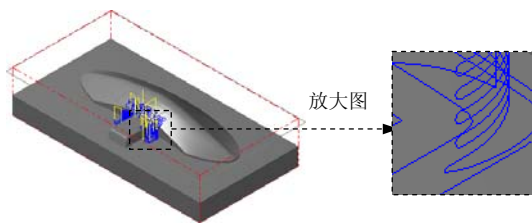

图 9.22 刀具路径
(1) 在“曲面残料粗加工”对话框的**刀具路径参数**选项卡的列表框中显示出 Step5 所选择的刀具，双击该刀具，系统弹出“定义刀具-机床群组-1”对话框。
(2) 设置刀具号码。在“定义刀具-机床群组-1”对话框中的**刀具号码**文本框中，将原有的数值改为 4。
(3) 设置刀具参数。单击“定义刀具-机床群组-1”对话框中的**参数**选项卡，在**进给速率**文本框中输入值 200.0，在**下刀速率**文本框中输入值 100.0，在**提刀速率**文本框中输入值 500.0，在**主轴转速**文本框中输入值 2500.0。
(4) 设置冷却方式。在**参数**选项卡中单击 **Coolant...** 按钮，在系统弹出的“Coolant...”对话框中的**Flood**（切削液）下拉列表中选择 **On** 选项。单击 **✓** 按钮，关闭“Coolant...”对话框。
(5) 单击“定义刀具-机床群组-1”对话框中的 **✓** 按钮，完成刀具参数的设置。
Step8. 单击“曲面残料粗加工”对话框中的 **✓** 按钮，同时在图形区生成图 9.22 所示的刀具路径。